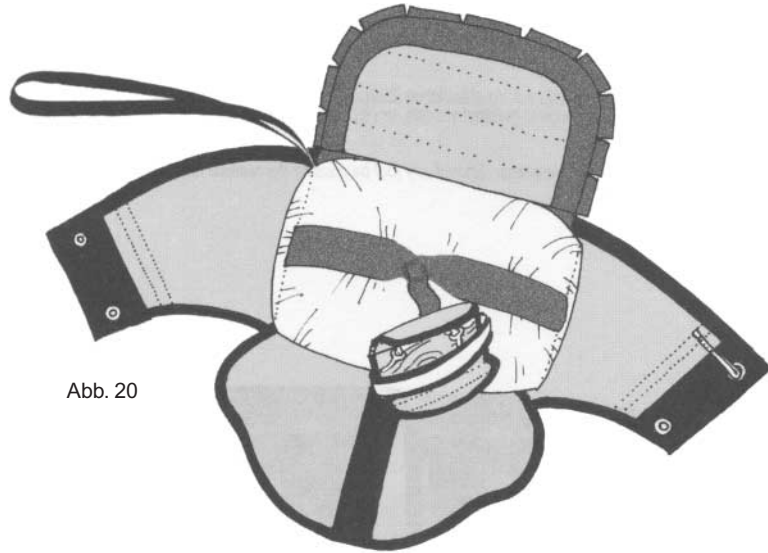

Abb. 20
1. Der im Innencontainer, fertig gepackte Rettungsschirm wird mit der Öffnung nach unten gemäß Abb. 20 auf den Easy Go Containerboden gelegt.
*The reserve, packed in its inner container is placed with its opening facing down on the Easy Go container base, as shown in figure 20.*